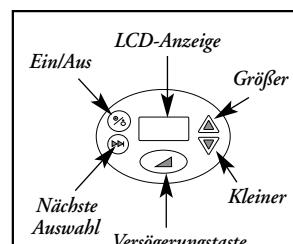

Abbildung 5
1. Tastatur/LCD-Anzeige (siehe Abbildung 5 für eine Definition der Symbole)
- Die Definitionen der LCD-Symbole können Sie **Abbildung 5** entnehmen.